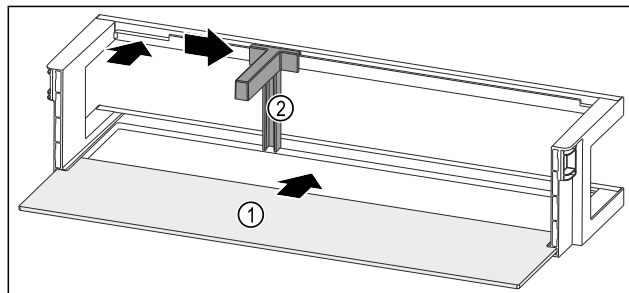

Fig. 206 Oviteline säilytyshyllyn kanssa
- Työnnä säilytyshylly Fig. 206 (1) sivuilla oleviin koloihin.
- Aseta pullonpidin Fig. 206 (2) koloon.
- Työnnä pullonpidin Fig. 206 (2) sivulle haluttuun asentoon.